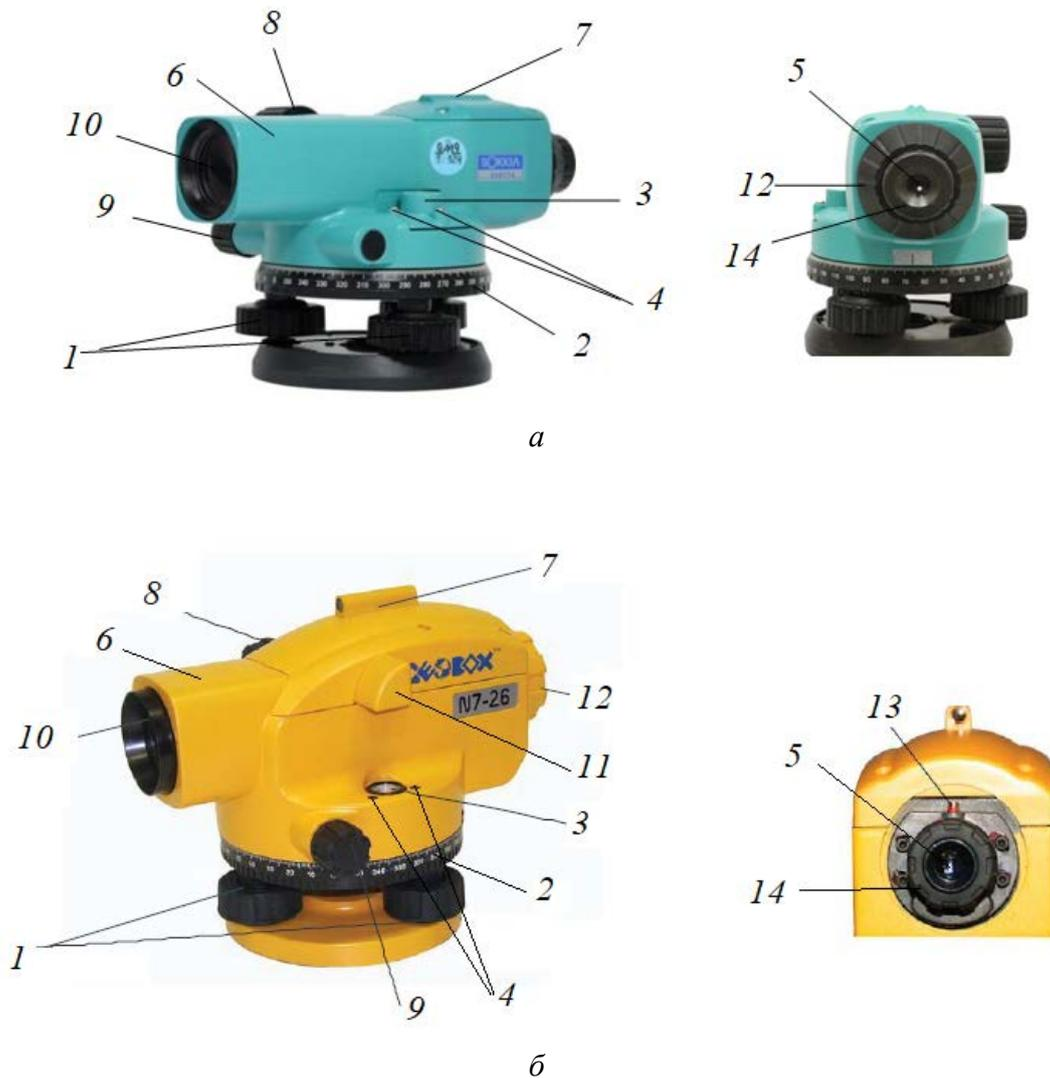

Рис. 1. Устройство нивелиров:
Нивелиры Sokkia C410 и Geobox N7-26 — это нивелиры с компенсаторами. Данные нивелиры относятся к классу точных нивелиров. Устройство приведено на рис. 1, а, б.
- подъемными винтами (рис. 1, поз. 1) приводят пузырек круглого уровня (рис. 1, поз. 4) в центр;
- наводят зрительную трубу на рейку, используя визир (рис. 1, поз. 7) и наводящий винт (рис. 1, поз. 9). Вращая винт фокусировки сетки нитей (рис. 1, поз. 14), добиваются четкого изображения сетки нити;
- вращая кремальеру (рис. 1, поз. 8), добиваются четкого изображения рейки;
Вращением подъемных винтов (рис. 1, поз. 1) возвращают пузырек уровня наполовину к центру. Вторую половину отклонения компенсируют вращением исправительных винтов круглого уровня (рис. 1, поз. 3).
*Способ второй.* На небольшом расстоянии от прибора подвешивают нитяной отвес и наводят на него вертикальную нить сетки нитей, которая должна совпадать с линией отвеса. Если условие не выполнено, то, пользуясь юстировочными винтами сетки нитей (рис. 1, поз. 13), следует повернуть сетку так, чтобы вертикальный штрих сетки совпал с линией отвеса. После закрепления винтов сетки необходимо повторить поверку.
Снимают кожух окуляра (рис. 1, поз. 12) и, используя юстировочную шпильку, вращают исправительный винт (рис. 1, поз. 13) до тех пор, пока средняя нить сетки нитей не совпадет с отсчетом  $a_{ст.2}^{прав}$ . Поверку повторяют.